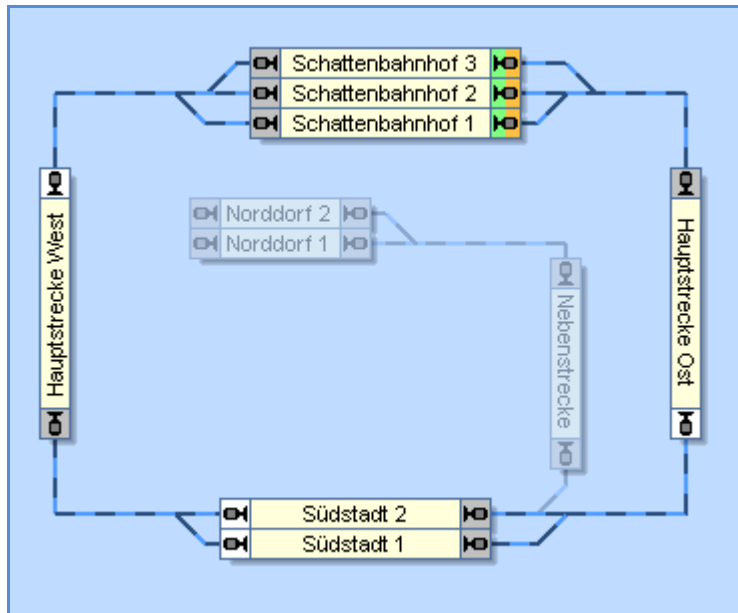

Abbildung 118: Zugfahrt mit alternativen Wegen
Abbildung 118 zeigt eine Zugfahrt für Zugbewegungen, die in einem der drei Blöcke im „Schattenbahnhof“ beginnen, im Uhrzeigersinn die Hauptstrecke entlang führen, „Südstadt“ über einen von zwei Blöcken passieren und wieder im „Schattenbahnhof“ enden.
Weiterhin kann jede Zugfahrt in eine der beiden möglichen Richtungen, also als Hinfahrt oder Rückfahrt gestartet werden. Wenn eine Zugfahrt als Rückfahrt gestartet wird, werden die angegebenen Zielblöcke als Startblöcke verwendet und die Startblöcke werden zu Zielblöcken. Die Zugfahrt von Abbildung 118 kann durch den Start als Rückfahrt auch gegen den Uhrzeigersinn ausgeführt werden.
Die Begriffe *Start* und *Ziel* werden hauptsächlich dazu verwendet, um zu verdeutlichen, von wo nach wo Züge fahren. Der tatsächliche Startblock kann auch im Innern einer Zugfahrt liegen, falls dies gewünscht wird. In Abbildung 118 versucht der *Fahrdienstleiter* einen im „Schattenbahnhof“ befindlichen Zug zu starten. Er kann aber auch angewiesen werden, einen in „Südstadt“ wartenden Zug zu starten, falls dies gewünscht wird. Wenn Sie einen in „Südstadt“ wartenden Zug anklicken und dann die Zugfahrt mit diesem Zug starten, dann startet der Fahrdienstleiter diesen Zug, auch wenn dieser sich nicht direkt in einem Startblock der Zugfahrt befindet.
**Durch Betrachtung der Abbildung 118 wird deutlich, dass es mit einer einzigen Zugfahrt und durch Auswahl einiger weniger Blöcke und Weichenstraßen möglich ist, alle möglichen Zugarbeiten in beiden Richtungen auf der Hauptstrecke dieser Anlage zu beschreiben.**
- Es ist beispielsweise möglich, „Südstadt 1“ als weiteren Zielblock in Abbildung 118 festzulegen. Wenn „Südstadt 1“ frei ist, kann ein Zug, der von „Hauptstrecke Ost“ kommt, „Südstadt 1“ als Ziel auswählen und dort die Zugfahrt beenden. Wenn „Südstadt 1“ nicht frei ist, wird ein Zug über „Südstadt 2“ zum „Schattenbahnhof“ weiterfahren.
Der *Fahrdienstleiter* folgt einer ausgeklügelten Strategie, wenn er einen von mehreren möglichen Wegen zum Ziel einer Zugfahrt auszuwählen hat. In Abbildung 118 beispielsweise kann der Fahrdienstleiter jeweils zwischen drei Möglichkeiten wählen, wenn sich ein Zug von links oder rechts dem „Schattenbahnhof“ nähert.
Im allgemeinen wird ein Block oder eine Weichenstraße in einer Zugfahrt freigegeben, wenn der Zug einen Block hinter diesem Block/dieser Weichenstraße erreicht hat und wenn dieser Block/diese Weichenstraße nicht mehr belegt ist. In Abbildung 118 beispielsweise wird Block „Hauptstrecke Ost“ nicht eher freigegeben, bevor ein vom „Schattenbahnhof“ kommender Zug „Südstadt“ erreicht hat. Wenn „Hauptstrecke Ost“ bei Erreichen von „Südstadt“ jedoch immer noch als belegt gemeldet wird, dann wird die Freigabe von „Hauptstrecke Ost“ noch weiter verzögert, bis die Belegtmeldung in „Hauptstrecke Ost“ erlischt.